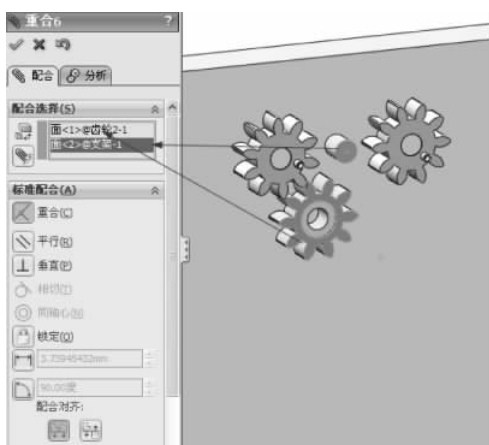

图 3-83 添加重合配合
(6) 添加重合配合, 在刚刚插入的齿轮与支架中间轴的端面之间添加重合配合, 如图 3-83 所示。